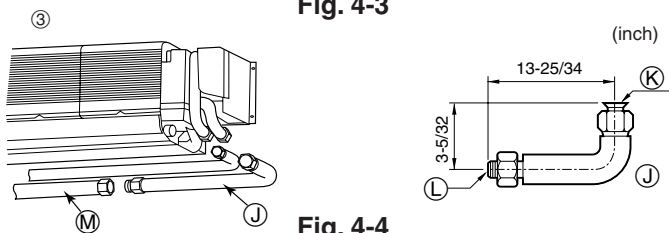

Fig. 4-4
- ③ Tubo de conexión en L (para la tubería de gas) (Fig. 4-4)